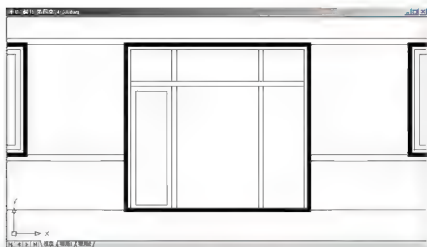

图 4.32 移动矩形
(2) 单击【修改】工具栏上的【移动】图标, 或在命令行输入“M”并按 Enter 键, 执行【移动】命令。
① 在选择对象: 提示下, 选择上面绘制的矩形并按 Enter 键进入下一步命令。
② 在指定基点或[位移(D)] <位移>: 提示下, 捕捉矩形的左下角点(M点)作为移动的基点。
③ 在指定第二个点或<使用第一个点作为位移>: 提示下, 输入“@80, 80”并按 Enter 键结束命令, 结果如图 4.32 所示。这样将矩形向右上角移动, 水平向右偏移 80mm, 垂直向上偏移 80mm。
(3) 执行菜单栏中的【绘图】|【圆】|【相切、相切、相切】命令, 启动【相切、相切、相切】画圆的操作。